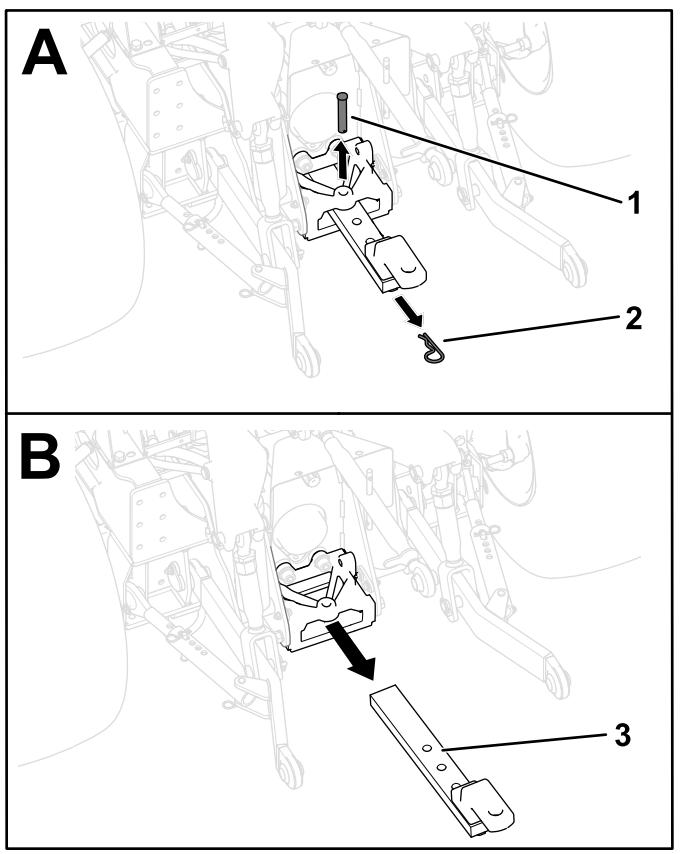

Figura 20
1. Retire el pasador y la chaveta que sujetan la barra de tracción al soporte de la barra de tracción (Figura 20).
| 2. Retire la barra de tracción del soporte (Figura 20). | |